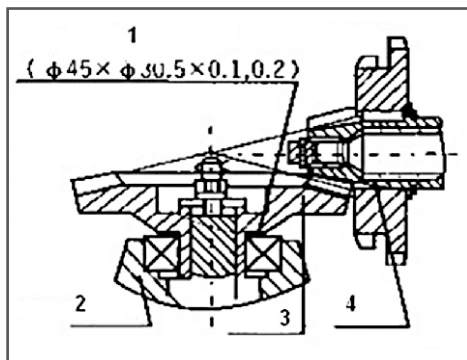

Рис. 21. Структурная схема конической зубчатой передачи
1. Регулировка зазора конической зубчатой передачи в картере коробки передач (Рис.21)